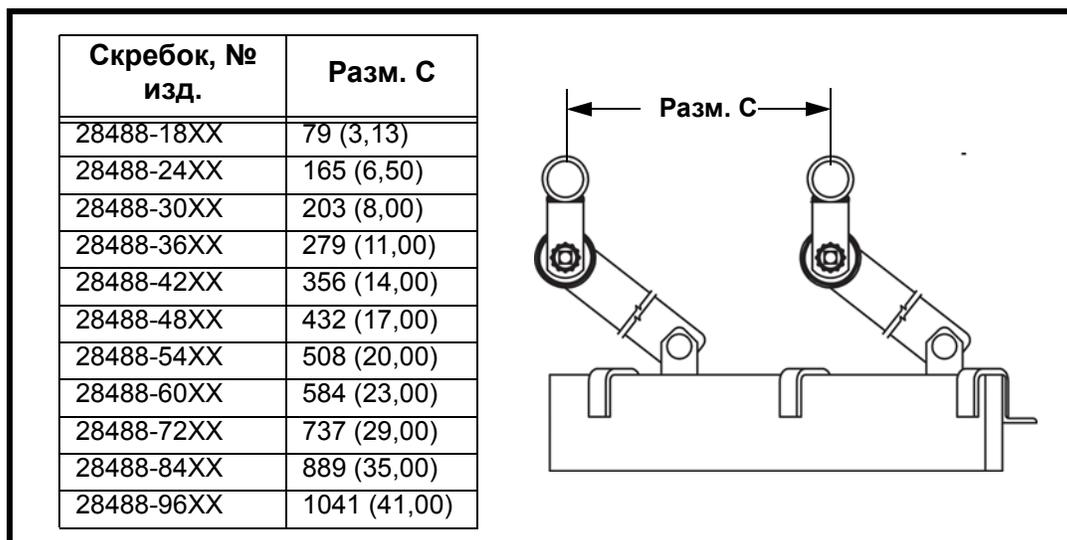

Рис. 3. Расстояние между штангами
3. Определив высоту крепления штанг над лентой, измерьте расстояние между ними согласно таблице на рис. 3. Наметьте положение штанг на продольных балках.
- a. Если высота продольных балок (Е) слишком мала и не позволяет правильно расположить штанги подвеса, приварите (или прикрепите винтами) к верхней части продольных балок стальные пластины (F) толщиной 13 мм (1/2 дюйма).
- b. Если высота продольных балок достаточна, прикрепите установочные пластины (G) штанг подвеса непосредственно к продольным балкам.